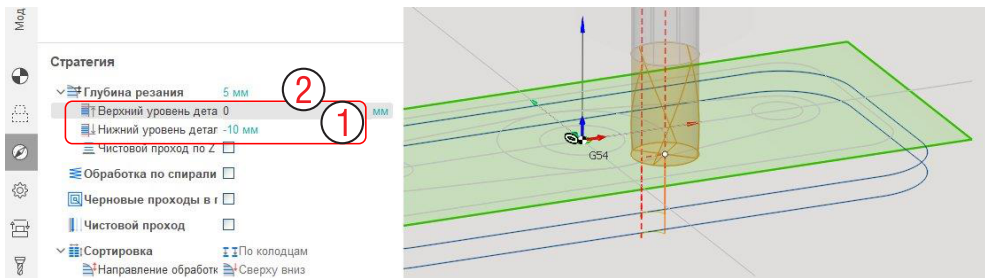

Рис. 5-6. Уровни обработки операции 2D контур.
Проход можно выполнить на другом уровне по Z (не там, где задан контур). Проходов может быть несколько. Для этого на вкладке Стратегия надо задать верхний и нижний уровни детали (1 на рис. 5-6) и глубину резания (2).
Дублируйте операцию. В новой операции задайте установки как на рис. 5-6. В результате расчета траектория будет содержать 2 прохода.